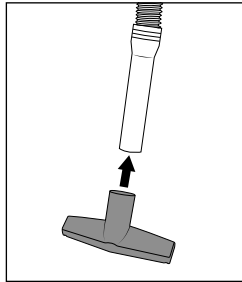

Fig. 10
- ◆ Encaixe o bocal para estofos 21 na mangueira de aspiração 23 para aspirar, p. ex., sofás ou cortinados (ver fig. 10).